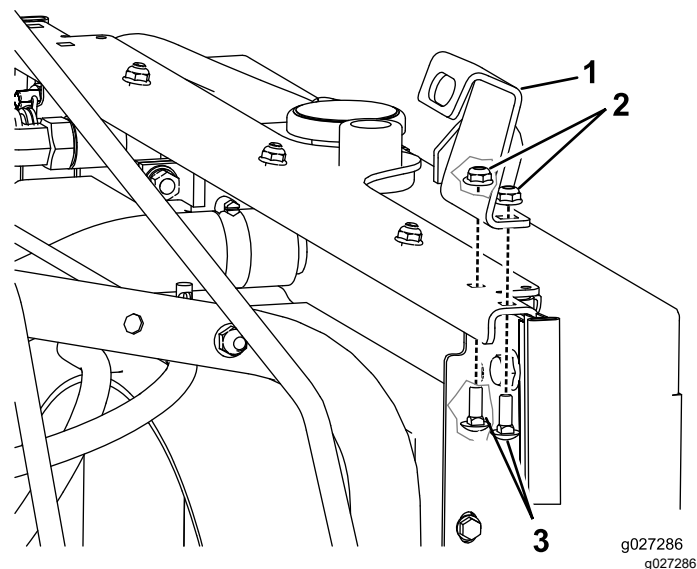

Figura 5
13. Instale o suporte do trinco na estrutura do lado esquerdo por baixo da traseira do capot (Figura 5).